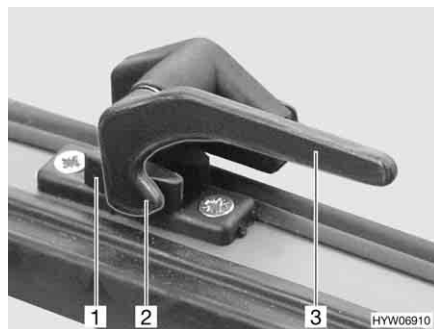

Bild 10 Verriegelungshebel in Stellung "geschlossen"
- Den Verriegelungshebel (Bild 10,3) eine viertel Umdrehung zur Fenstermitte hin drehen.
- Den Verriegelungshebel (Bild 10,3) eine viertel Umdrehung zum Fensterahmen hin drehen. Die Verriegelungsnase (Bild 10,2) liegt auf der Innenseite der Fensterverriegelung (Bild 10,1).
- in Stellung "fest verschlossen" (Bild 10).